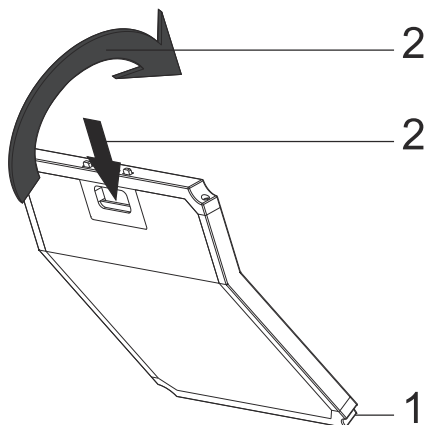

Fig. 7: FILTRE À CHARBON
- 1-Placez la partie inférieure du filtre à charbon dans le boîtier de moteur.Fig. 7
- 2-Appuyez sur la languette du filtre à charbon et tirez-la vers l'avant, et veillez à ce que les languettes du filtre à charbon soient en contact et bloquées.Fig. 7